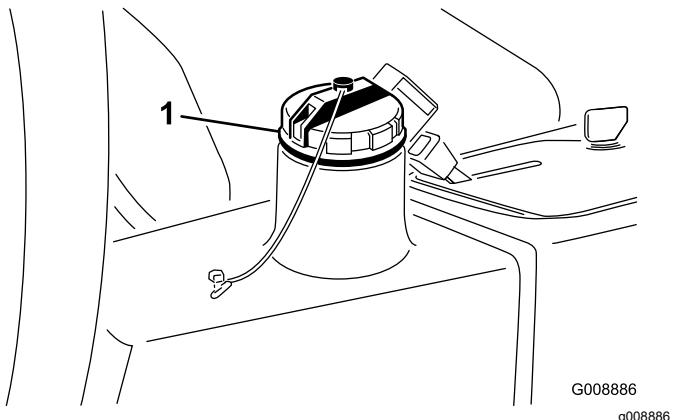

Figura 82
4. Encha o reservatório (Figura 82) com aproximadamente 22,7 litros de fluido hidráulico; consulte a Especificações do fluido hidráulico \(página 57\).